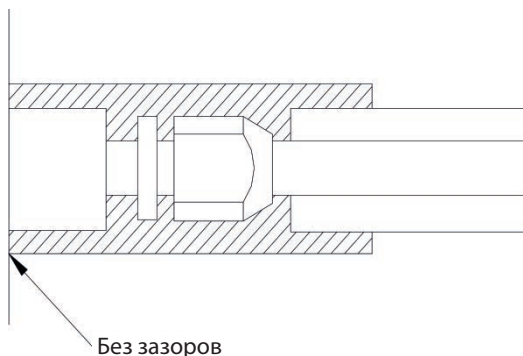

Рис. 19
- б. Соединения внутреннего блока необходимо обернуть изоляционным материалом. Газ не должен выделяться на соединениях внутреннего блока, как показано на Рис. 19.